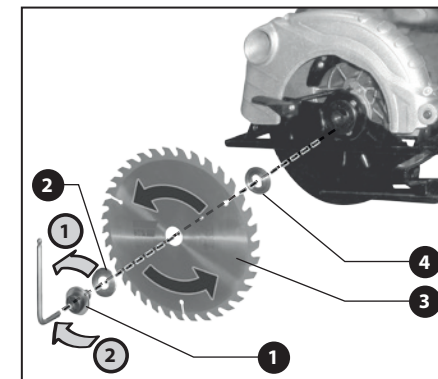

Abb. 2
3. Halten Sie die Arretierungstaste gedrückt und gleichzeitig schrauben Sie mit einem Inbusschlüssel die Spannschraube mit Unterlegscheibe (Abb.2, Position 1) in der Pfeilrichtung „1“ ab und demontieren Sie den Spannflansch des Sägeblattes (Abb.2, Position 2).
4. Schwenken Sie die untere Schutzhaube (Abb.1, Position 10) zur Seite heraus und auf den Mitnehmerflansch (Abb.2, Position 4) setzen Sie das Sägeblatt so auf, dass die Pfeilrichtung auf dem Sägeblatt mit der Pfeilrichtung auf der Schutzhaube der Säge übereinstimmt (Abb.1, Position 16).
- Setzen Sie den Spannflansch (Abb.2, Position 2) auf die Spindel auf und sichern Sie das Sägeblatt durch gründliches Anziehen der Schraube mit Unterlegscheibe (Abb.2, Position 1) in der Pfeilrichtung „2“.